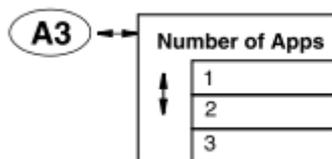

図 18
- ・「7. 設定の確認及び変更」を参照頂き、使用したいアプリケーション数を下記の図 18 フローを参照して設定下さい。